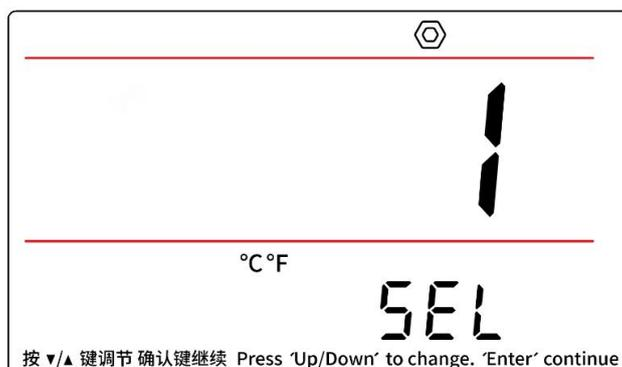
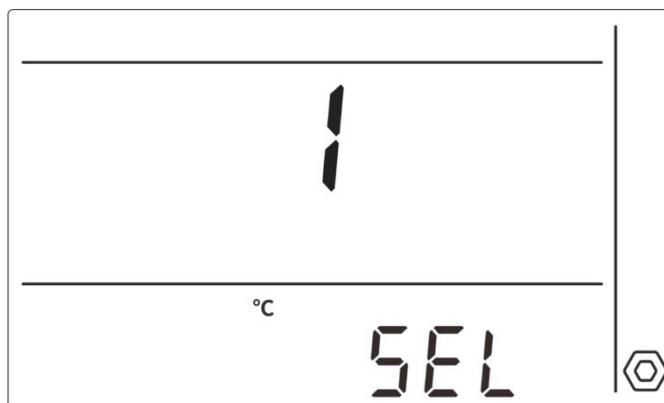

图 3 4 寸设置界面示意图
图 4 6 寸设置界面示意图
(1) 仪器在测量界面下短按“设置键”可进入设置界面（图 3、图 4、图 5），短按“上键”“下键”选择设置项目，短按“确认键”进入设置项目，短按“取消键”退出设置项目。
(2) DDS-11A 款仪器设置项目包括温度设置、定时关机设置、恢复出厂设置、电极常数设置、背光设置、蜂鸣器设置以及查看当前软件版本号。
- ① “1”表示手动温度补偿设置（注：在温度设置界面下短按“标定键/确认键”进入设置，再按“设置键”可以切换℃/℉，短按“上键”“下键”可以设置温度值）；
- ② “2”表示自动关机设置（注：在此界面下，短按“标定键/确认键”进入设置，再按“上键”“下键”可选择关机时间，关机时间分为 OFF/300/600/1200/1800/3600 六种状态，除 OFF 外其余参数单位为秒，且需在数据稳定状态下达到设定时间方可自动关机，如中间有检测到溶液数据产生变化，仪器将重新计时自动关机时间）；
- ③ “3”表示恢复出厂设置；
- ④ “4”表示电极常数设置（注：短按“设置键”可以切换电极类型 0.01/0.1/1/10，短按“上键”“下键”可以设置电极常数，仪器默认为电极类型 1.0，电极常数 1.000）；
- ⑤ “5”表示背光灯开关设置（注：在其他界面下短按“电源键”也可以开/关背光灯）；
- ⑥ “6”表示蜂鸣器开关设置（注：短按“上键”“下键”可开关蜂鸣器）；
- ⑦ “7”表示查看当前软件版本号。